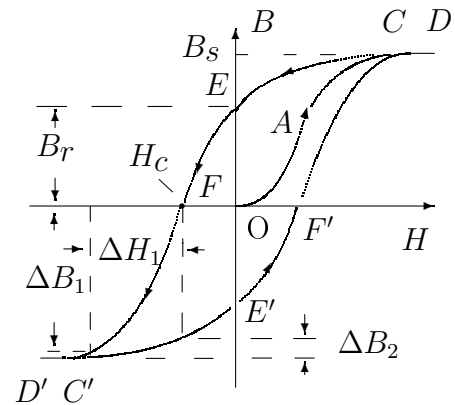
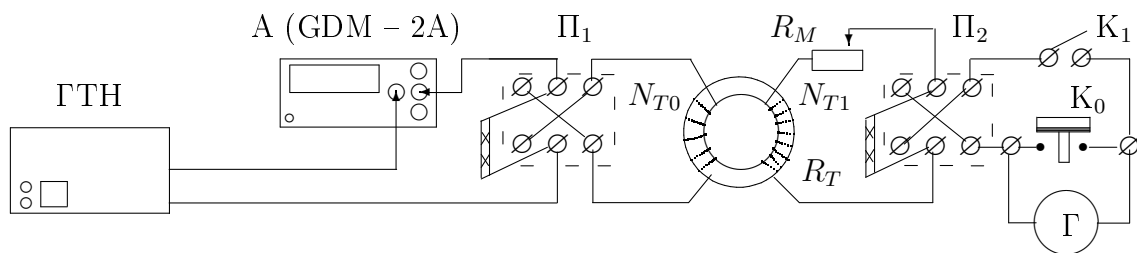
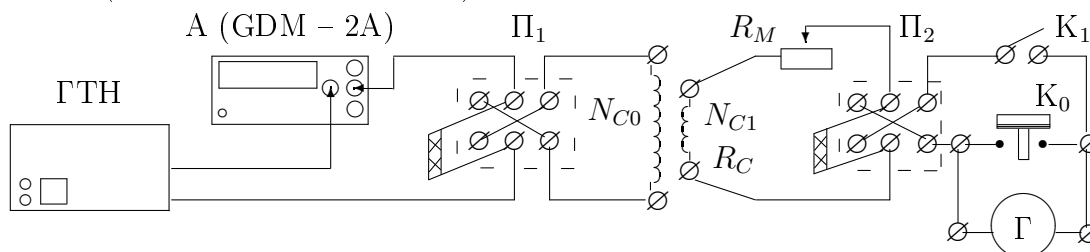
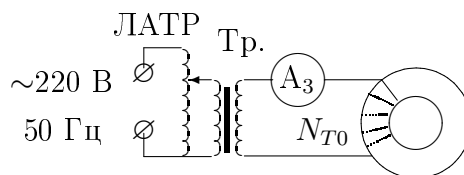

Рис. 1. Петля гистерезиса ферромагнетика
Рис. 4. Схема установки для исследования петли гистерезиса
Рис. 5. Схема установки для калибровки гальванометра
Рис. 6. Схема установки для размагничивания образца
Магнитная индукция B и напряжённость магнитного поля H в ферромагнитном материале неоднозначно связаны между собой: индукция зависит не только от напряжённости, но и от предыстории образца. Связь между индукцией и напряжённостью поля типичного ферромагнетика иллюстрирует рис. 1.
Экспериментальная установка. Схема для исследования петли гистерезиса представлена на рис. 4. Специальный генератор токов намагничивания (ГТН) позволяет скачками менять токи в намагничивающей обмотке тороида. При нажатии на верхнюю (+) кнопку генератора ток растёт, на нижнюю (-) – падает. Одинаковые скачки ΔI ($\sim \Delta H$) вызовут разные отклонения зайчика гальванометра Δx ($\sim \Delta B$) на разных участках петли: на рис. 1 скачок ΔH_1 может дать и ΔB_1 на участке FD' , и ΔB_2 на участке $D'E'$. Поэтому генератор меняет ток неравномерно: большими скачками вблизи насыщения и малыми вблизи нуля.
Схема на рис. 5 отличается от схемы на рис. 4 только тем, что вместо тороида подключён калибровочный соленоид.
Чтобы снять начальную кривую намагничивания, нужно размагнитить сердечник. Для этого тороид подключается к цепи переменного тока (рис. 6). При уменьшении амплитуды тока через намагничивающую обмотку от тока насыщения до нуля характеристики сердечника B и H «пробегают» за секунду 50 петель всё меньшей площади и в итоге приходят в нулевую точку.
Исследование петли. Измерения начинаются с максимального тока (точка C на рис. 1). Нажимая кнопку, следует фиксировать ток, соответствующий каждой позиции, и отклонение зайчика Δx , соответствующее каждому нажатию кнопки. Дойдя до нулевого тока (точка E), следует поменять направление тока в обмотке N_{T0} переключателем Π_1 , затем, увеличивая ток, пройти участок EC' до насыщения другого знака. В точке C' переключателем Π_2 следует поменять направление тока в обмотке N_{T1} , чтобы при движении по правой ветви петли зайчик отклонялся в ту же сторону. В точке E' при нулевом токе ещё раз ключом Π_1 изменяется направление тока в первичной обмотке, чтобы пройти участок $E'F'S$. Таким образом, измеряя шаг за шагом отклонения зайчика при изменениях тока, нужно пройти всю петлю гистерезиса.
1. Соберите схему согласно рис. 4: предварительно расположите ключи так, чтобы удобно было снимать отсчёты; ключ Π_1 — ближе к амперметру; ключи Π_2 и K_1 — ближе к ключу K_0 , куда подведены концы гальванометра. При сборке схемы и наладке первичной цепи тороида ключ K_1 разомкнут (!).
6. Соберите схему согласно рис. 5. Для этого достаточно в схеме, изображённой на рис. 4, вместо тороида подключить соленоид с измерительной катушкой.
7. Начальную кривую намагничивания (участок OAC на рис. 1) можно снять по той же схеме (рис. 4), если предварительно размагнитить тороид в цепи переменного тока. Для этого соберите схему, изображённую на рис. 6, на отдельном столе: обмотку N_{T0} тороида подключите через амперметр переменного тока к выходу разделительного трансформатора Tr . Включите ЛАТР в сеть и установите ток, соответствующий насыщению ($I \simeq 3$ А).
- Вновь подсоедините тороид к цепи, изображённой на рис. 4. Установите тумблер генератора на минимальный ток (позиция 00) и снимите начальную кривую намагничивания, скачками увеличивая ток от нуля до I_{\max} . В случае сбоя в измерениях образец надо снова размагнитить.
Построение удобно начать с максимального значения \mathbf{H} (точка C или C' на рис. 1). Переход к следующему значению \mathbf{H} соответствует первому скачку ΔB и т.д. Отложив все ΔB по одной стороне петли и дойдя до насыщения, постройте вторую сторону таким же образом.